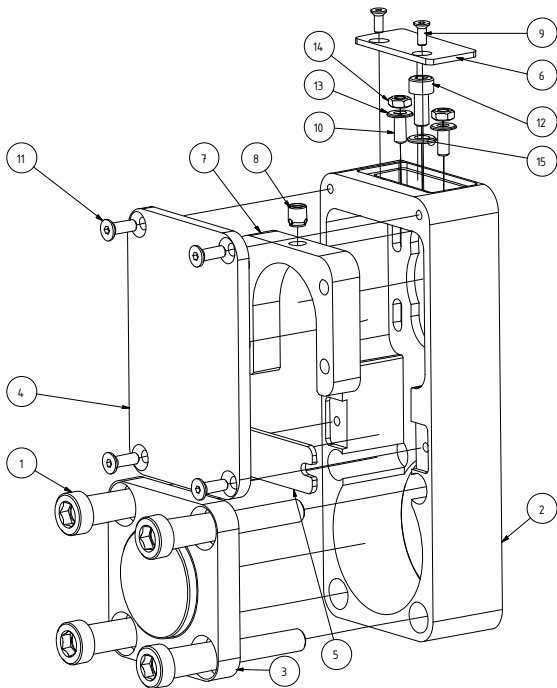

Bild1: Parallelgehäuse
Für diese Sichtkontrolle sollte ausschließlich der (obere) Deckel mit den 4 Schrauben (Bild1 Pos.4+11) entfernt werden.
- ◆ 4 Schrauben (Bild 1 Pos. 1) lösen und heraus drehen.
- ◆ Deckel (Bild 1 Pos. 3) abnehmen.
- ◆ Steg (Bild 1 Pos. 5) abnehmen.
- ◆ Steg (Bild 1 Pos. 5) einlegen.
- ◆ Deckel (Bild 1 Pos. 3) auflegen.
- ◆ 4 Schrauben (Bild 1 Pos. 1) mit Schraubensicherung Typ "Wiko 02K43 mittelfest" versehen und leicht festdrehen.
- ◆ Gehäuse (Bild 1 Pos. 2) mit dem Elektrozyylinder ausrichten.
- ◆ 4 Schrauben (Bild 1 Pos. 1) mit angegebenem Drehmoment festdrehen.
- ◆ Deckel (Bild1 Pos.6) mit Schrauben (Bild1 Pos.9) montieren.
- ◆ Deckel (Bild1 Pos.4) mit Schrauben (Bild1 Pos.11) montieren.